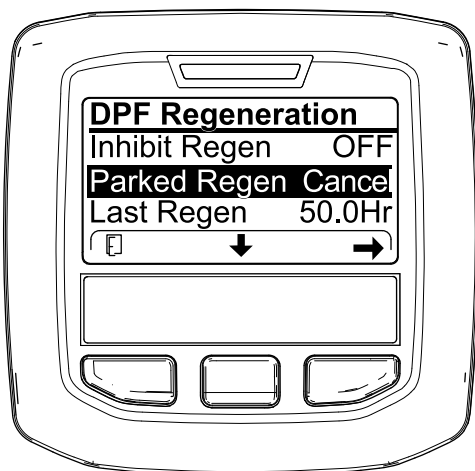
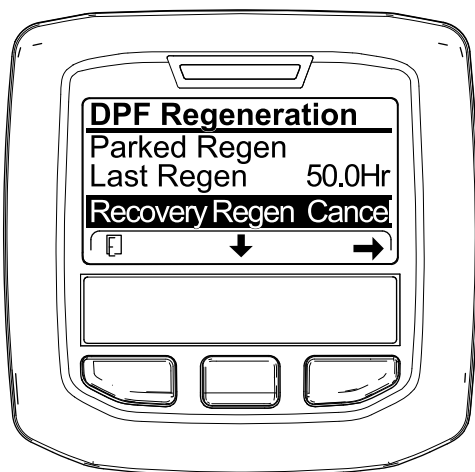

Рисунок 73
Рисунок 74
1. Перейдите к меню регенерации DPF (Рисунок 73).
2. Нажмите среднюю кнопку, чтобы перейти вниз к опции PARKED REGEN CANCEL (ОТМЕНА СТАЦИОНАРНОЙ РЕГЕНЕРАЦИИ) (Рисунок 73) или к опции RECOVERY REGEN CANCEL (ОТМЕНА ВОССТАНОВИТЕЛЬНОЙ РЕГЕНЕРАЦИИ) (Рисунок 74).
3. Нажмите правую кнопку для выбора опции Regen Cancel (Отмена регенерации) (Рисунок 73 или Рисунок 74).